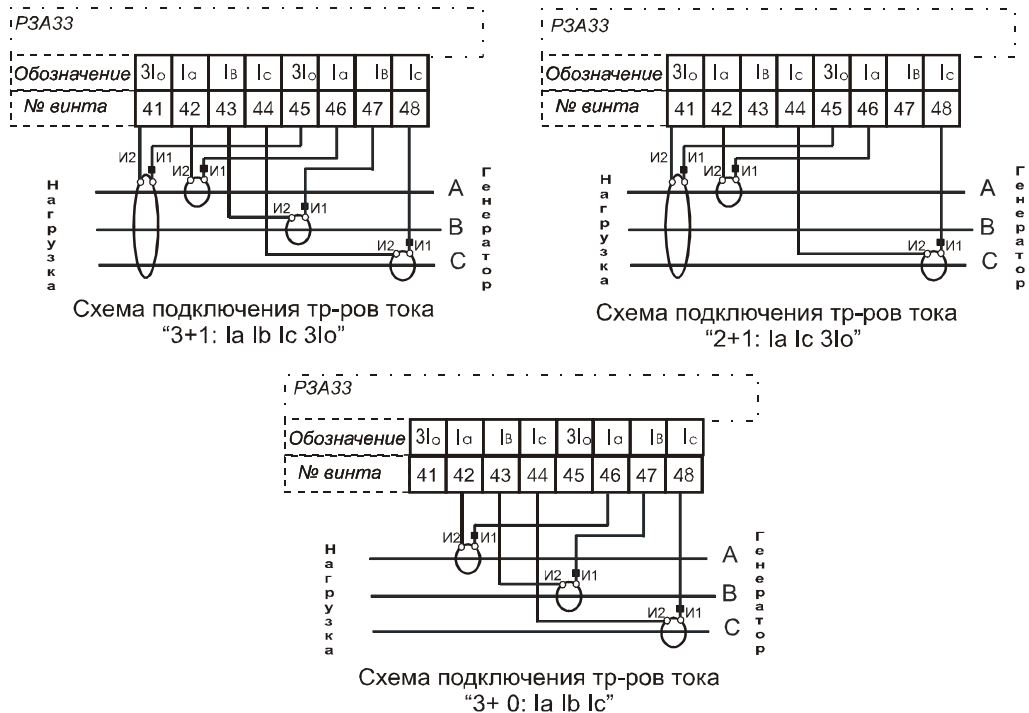

Рис.3-3. Схема подключения трансформаторов тока.
3.3.4 Устройство подключается к трансформаторам тока для измерения токов по фазам  $I_a$ ,  $I_c$  и тока  $3I_0$ . Схема подключения приведена на рис.3-3.